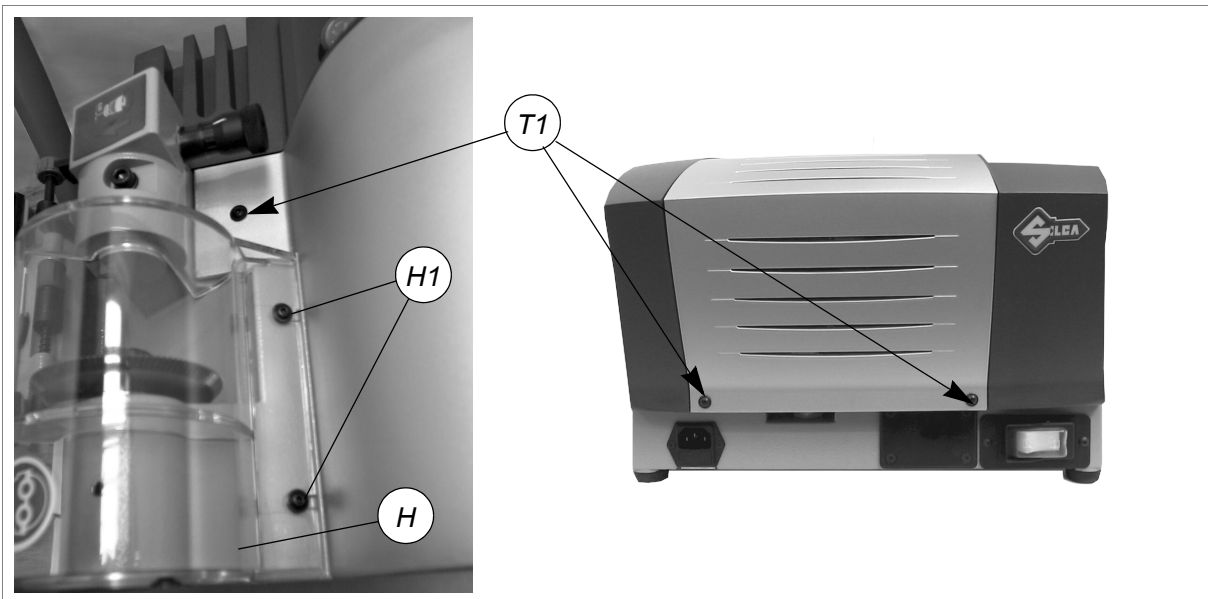

Fig. 30
- 2) Destornillar los 2 tornillos (H1) del cárter fresa (H), sacándolo (fig.30).
- 3) Destornillar los 3 tornillos (T1) del cárter central (fig.30), levantarlo ligeramente y sacarlo inclinándolo un poco.
- 2) Destornillar los 2 tornillos (H1) del cárter fresa (H), sacándolo (fig.30, pág.24).
- 7) Colocar el cárter central fijándolo con los 3 tornillos (T1) (fig.30, pág.24).
- 5) Destornillar los 2 tornillos (H1) del cárter fresa (H), sacándolo (fig.30, pág.24).
- 6) Destornillar los 3 tornillos (T1) del cárter central, levantándolo ligeramente y sacarlo inclinándolo un poco (fig.30).
- 17) Colocar el cárter central fijándolo con los 3 tornillos (T1) (fig.30, pág.24).
- 18) Colocar el cárter fresa fijándolo con los 2 tornillos (H1) (fig.30).